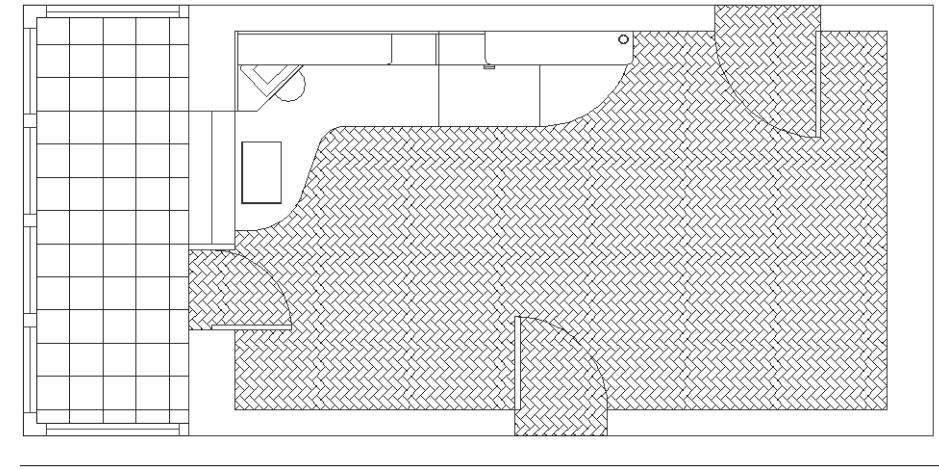

Рис. 9.15 ▼ Вид чертежа после нанесения архитектурной штриховки
- С помощью кнопки **Образец** (Preview) удостоверьтесь в том, что узор применен корректно, а затем нажмите **Enter** и щелкните на кнопке **OK**. Пол детской будет заштрихован узором, имитирующим уложенный «елочкой» паркет (рис. 9.15).